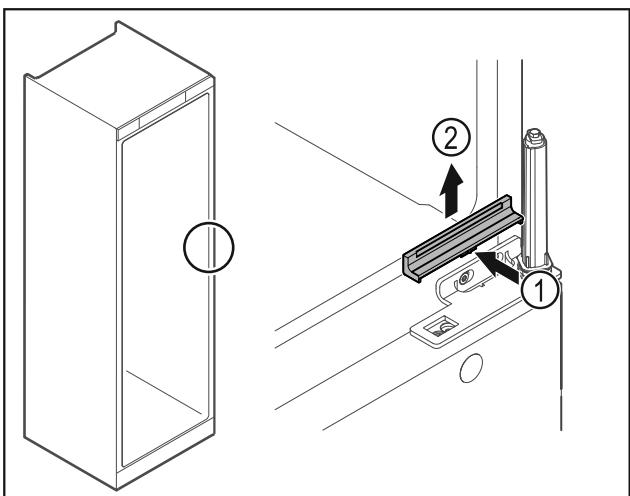

Fig. 32
- Zľahka zatlačte kryt Fig. 32 (1) v strede a odoberte ho nahor Fig. 32 (2).